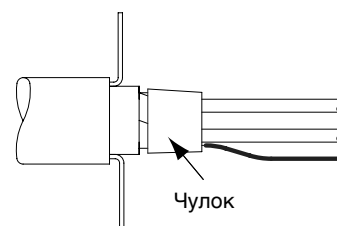

Рис. 6
- 3.5 Для изолирования концов пленки можно использовать подходящие, дающие усадку, гильзы длиной 10 мм или упругий чулок из неопрена, или перекрытие 10 мм лентой из ПВХ (см. Рис. 6).